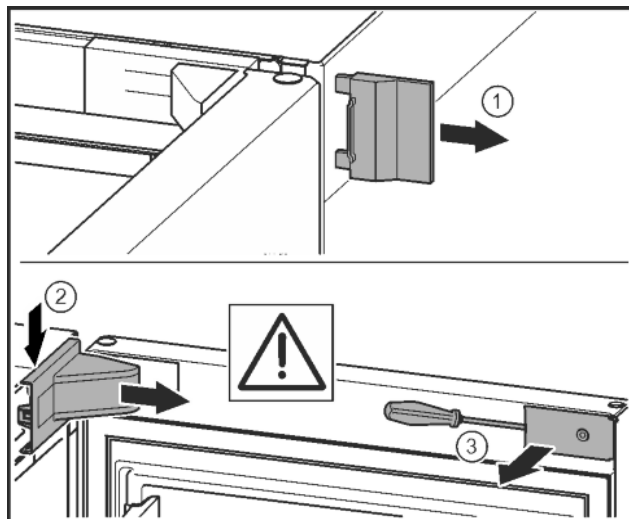

Fig. 11*
- ▶ Odoberte vonkajší kryt.* Fig. 11 (1)
- ▶ Odistite a uvoľnite kryt ložiskovej konzoly. Odoberte kryt ložiskovej konzoly.* Fig. 11 (2)
- ▶ Kryt odistite plochým skrutkovačom a vyklopte nabok.* Fig. 11 (3)